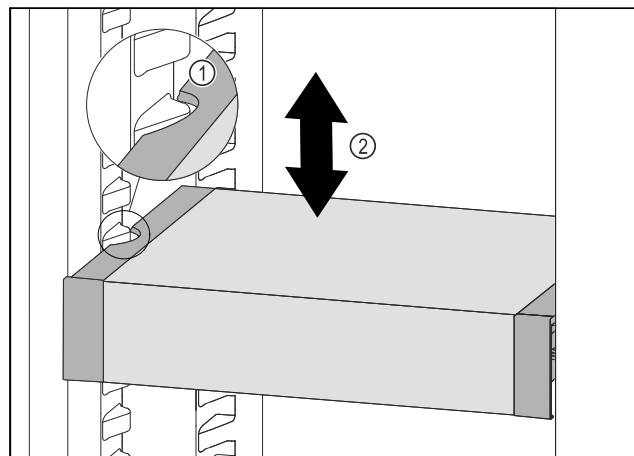

Fig. 118
- Тяните VarioSafe вперед, пока боковые выемки VarioSafe не окажутся на высоте выступа резервуара в холодильном отделении. Fig. 118 (1)